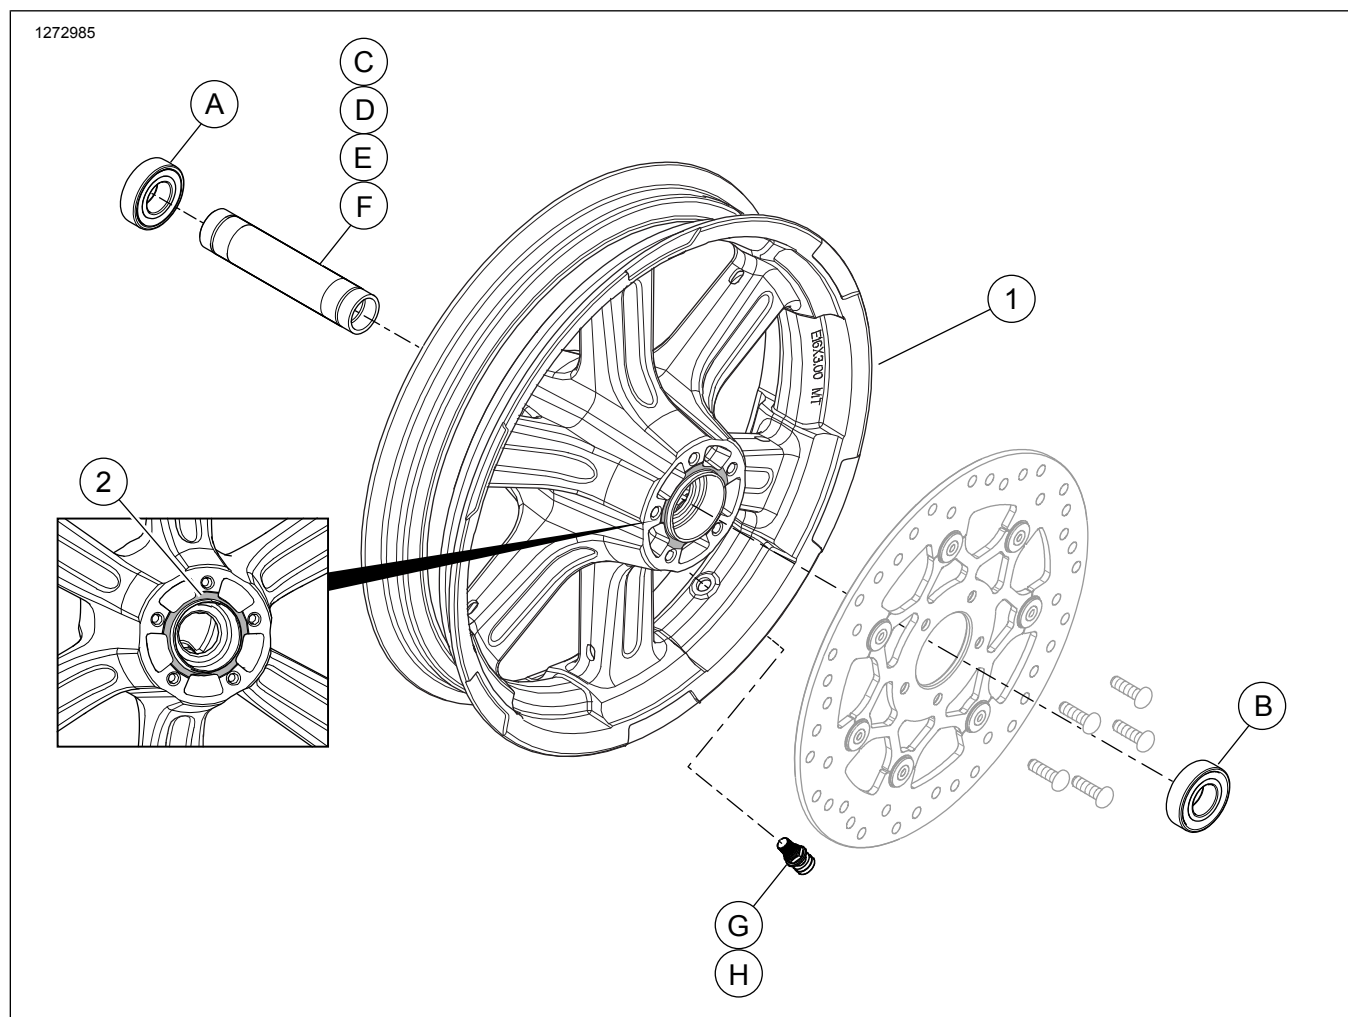

Рисунок 2. Запасные части: Комплект переднего колеса
В эти комплекты входят только специализированные колеса. Описание состава комплекта приведено в Рисунок 2 и Таблица 3.
2. См. Рисунок 2. Установите в обод колеса вентиль. См. руководство по техническому обслуживанию.